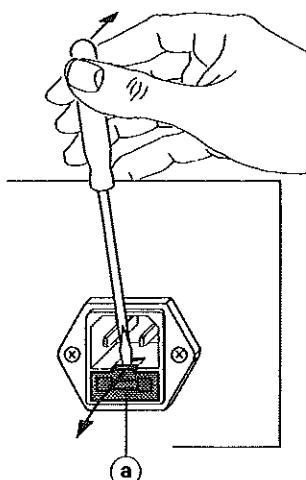

Fig. 2.1
- Einsatz ② (mit Fassung für Primär-schmelzsicherung ④ und Reserve-sicherung ⑤) herausheben (Abb. 2.1).
- Remove the insert ② (with holder for primary fuse ④ and spare fuse ⑤) (Fig. 2.1)
- Sacar el portafusibles ② (con montura para el fusible primario ④ y fusible de reserva ⑤) (Fig. 2.1).